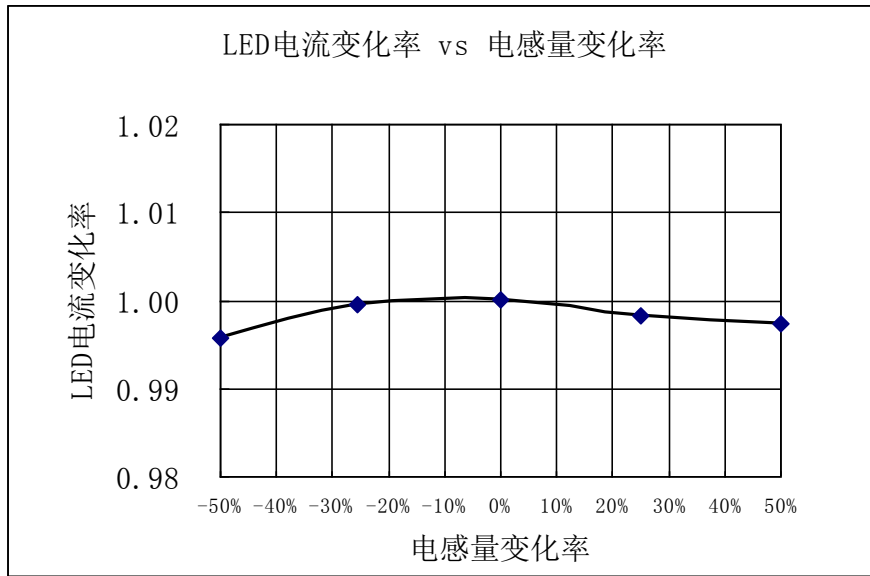

图 6
- 2) 当电感量在很大范围波动的时候，输出电流几乎不受影响，这使得 PU1020 对电感要求极为宽松，对于制造商来说，可以获得更低成本的电感器件。图 6 为电感量在 $\pm 50\%$ 波动情况下，实际测试的输出电流的变化率。